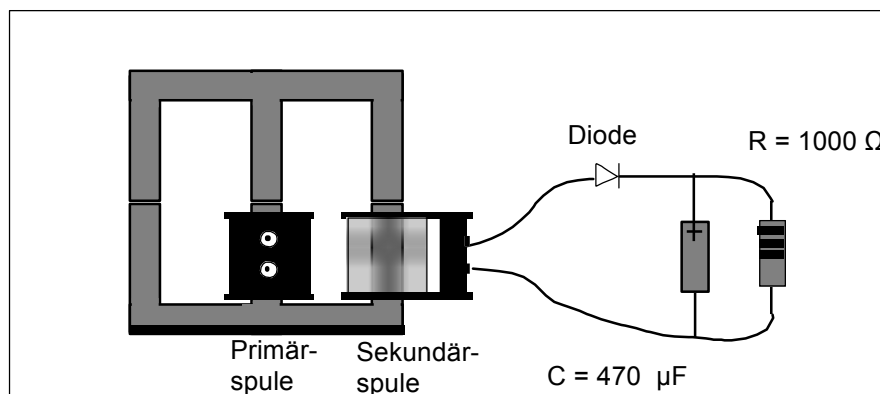

Abb. 4
10. Fügen sie der Schaltung einen Kondensator der Größe $470 \mu\text{F}$, wie in Abb. 4 gezeigt parallel zum Lastwiderstand hinzu. Achten Sie dabei auf die Polung des Kondensators. Der Pluspol des Kondensators ist mit der Kathode der Diode verbunden. Welche Wellenform ergibt sich nun über dem Lastwiderstand? Sind die Schwankungen im Signal dieselben, wie bei der vorherigen Schaltung? Wie hoch ist der Wert der Gleichspannung?
13. Stellen Sie auf Ihrem Oszilloskop die Triggerung wieder so ein, dass auf die Netzfrequenz getriggert wird (schauen sie ggf. im Handbuch Ihres Oszilloskopes nach). Verbinden Sie nun die Masse des Tastkopfes mit *Punkt B* der Schaltung (Abb. 4). Die Tastkopfspitze schließen Sie an *Punkt A* an. Zeichnen Sie den zeitlichen Verlauf des Signals (Ausgangsspannung) auf. Wiederholen Sie die Messung, indem Sie die Tastkopfspitze an *Punkt C* anschließen. Zeichnen Sie das Ergebnis erneut auf. Welche Unterschiede ergeben sich zwischen den beiden Kurvenformen? Beschreiben sie die Unterschiede.